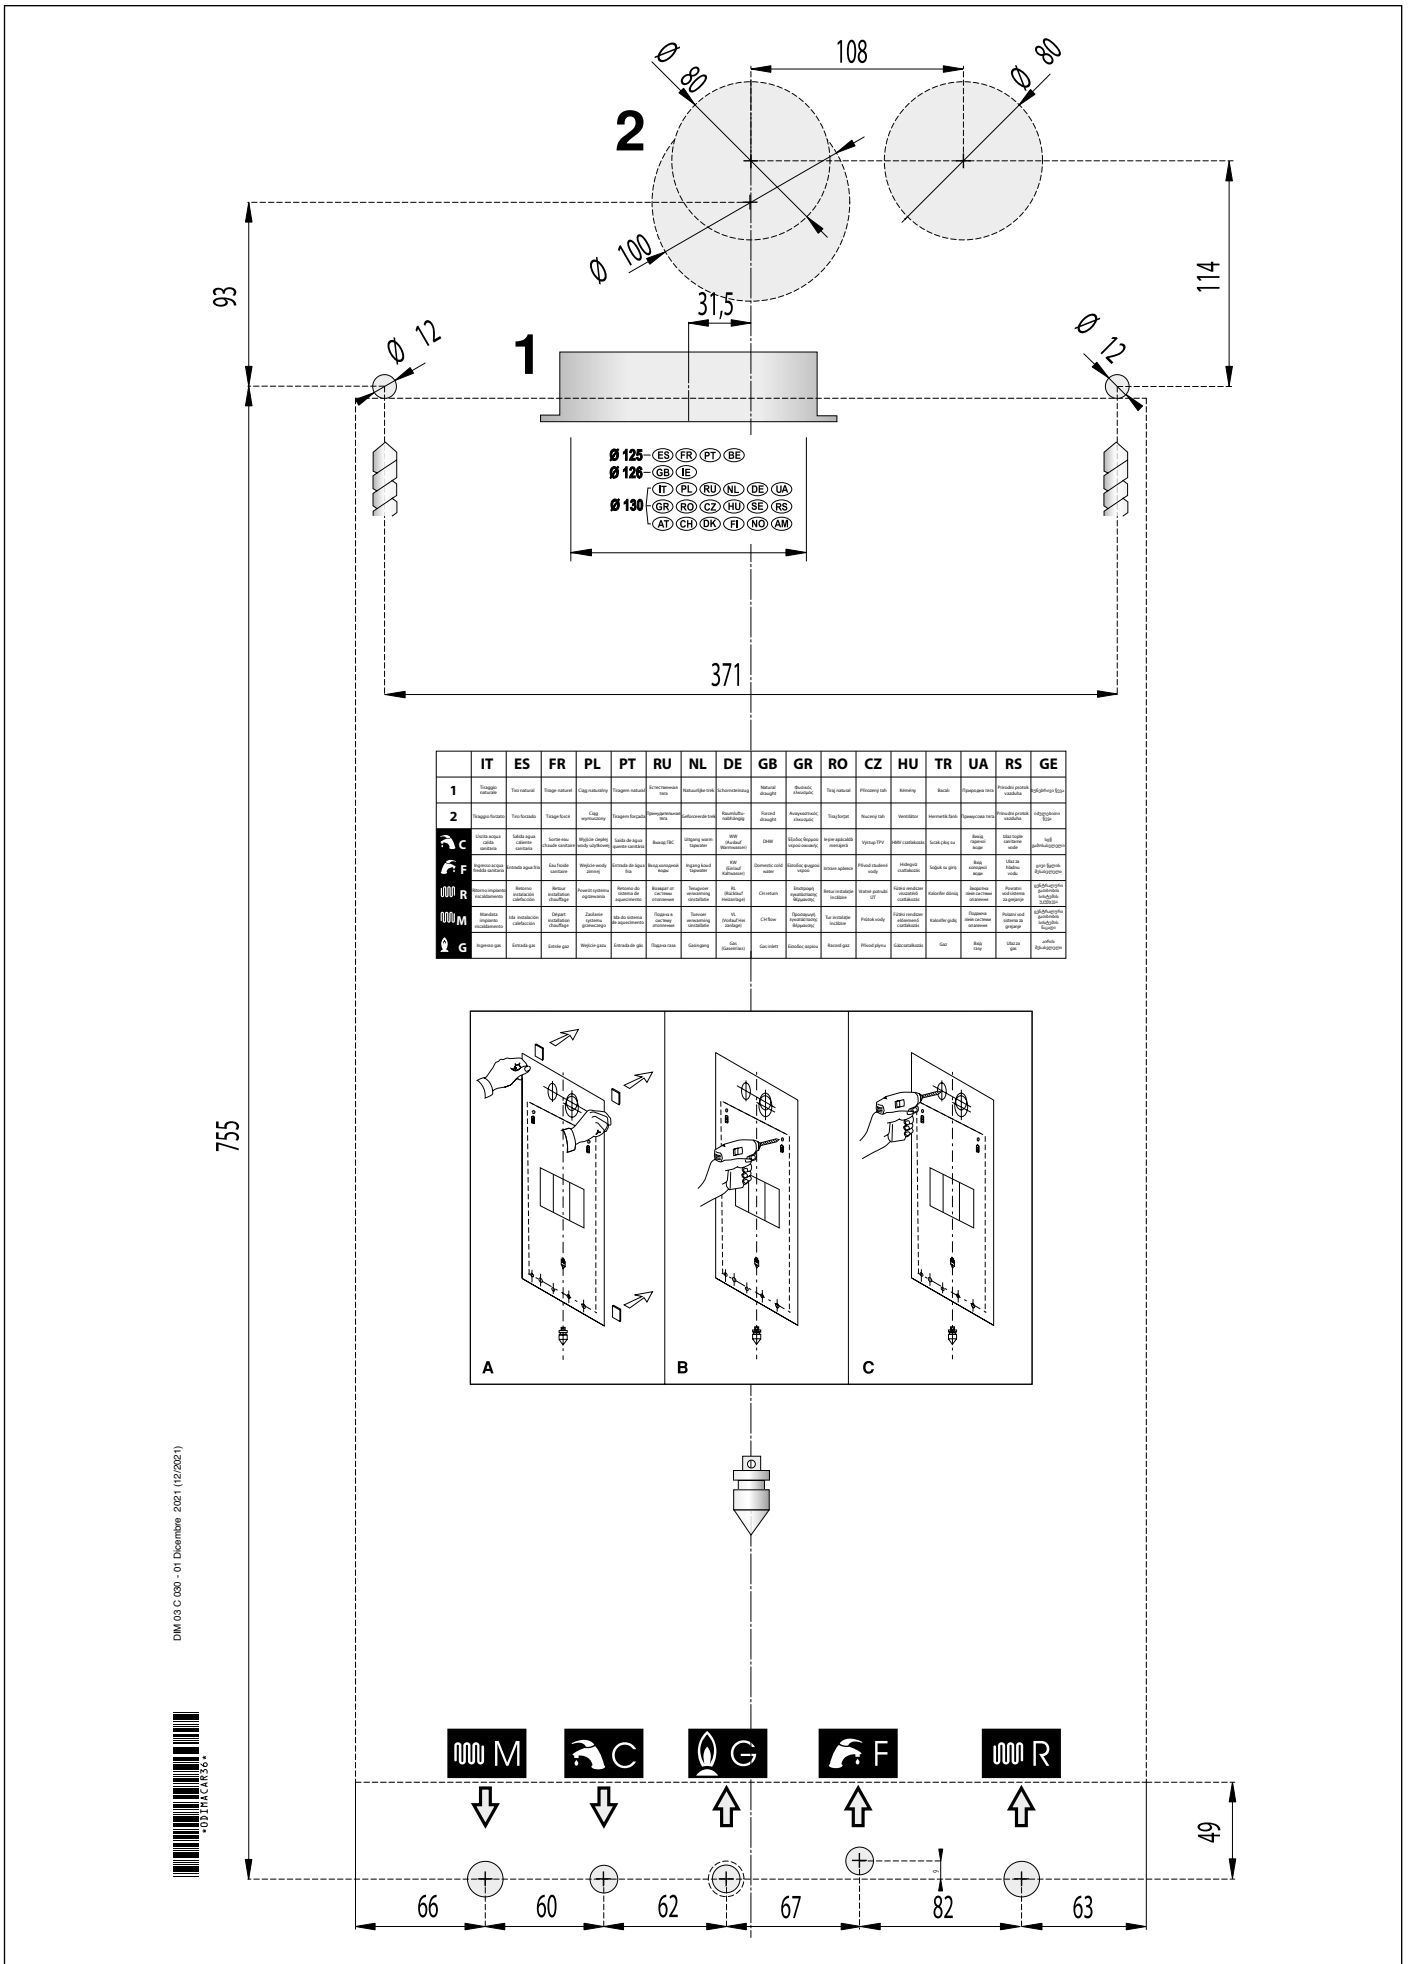

Рис. 7 Паперовий шаблон.
- монтажний паперовий шаблон (див. Рис. 7 Паперовий шаблон.);
Кожний котел забезпечений спеціальним паперовим шаблоном, що знаходиться в упаковці (див. Рис. 7 Паперовий шаблон.).